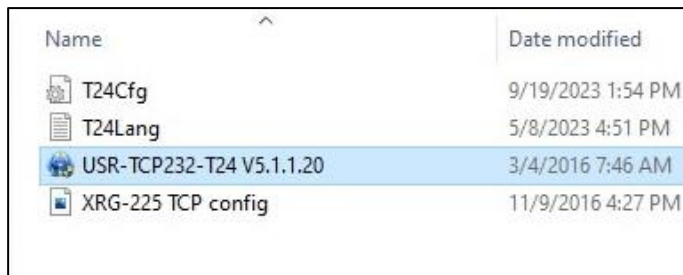

图 6-2 TCP232 程序
2. 确保设备已接通电源，如图6-2所示，双击CD中的**USR-TCP232-T24 V5.1.1.20.exe**启动程序。